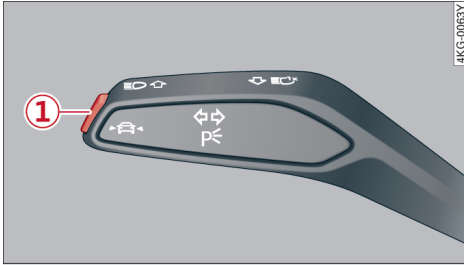

图 106 转向灯操纵杆：车道导航功能和车道偏离警告功能按钮
- 如果在 MMI 中的自适应巡航辅助系统的设置中已预设车道导航功能，那么按钮⇒ 图 106 同时开启/关闭车道导航功能和车道偏离警告功能。